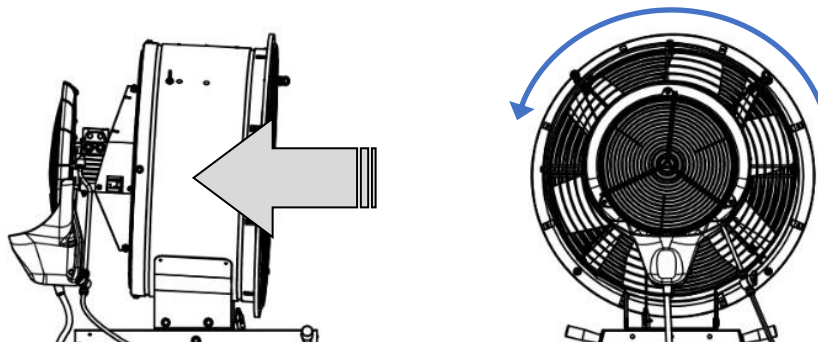

Fig. 3.2.4
- Vérifiez le sens correct du flux d'air et de la rotation du disque. (Fig. 3.2.4)